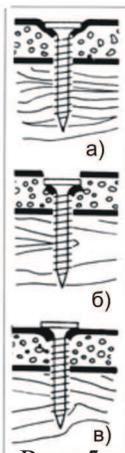

Рис. 5
7.6 Закручивание саморезов в металлические конструкции (рис. 5)
7.5 Работа с гипсокартоном. (рис. 5)